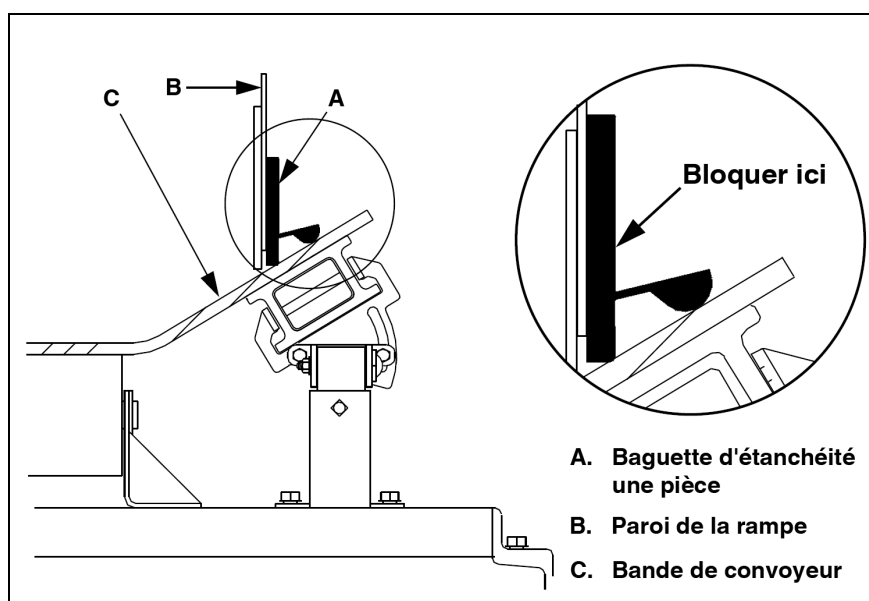

Abb. 5: Installation de la baguette d'étanchéité une pièce en caoutchouc
1. Positionner la baguette d'étanchéité secondaire en caoutchouc ou la baguette d'étanchéité une pièce en caoutchouc (A, fig. 5) sur la paroi de rampe (B, fig. 5).
2. Ajuster la baguette d'étanchéité de telle sorte qu'elle soit posée sur la bande de convoyage (C, fig. 5) sans exercer de pression sur cette dernière. Si la baguette d'étanchéité secondaire dépasse au-dessus de la bande de convoyage, découper cette partie avec une lame afin de former une surface plane avec la bordure de la bande. Veiller à ce qu'au moins deux nervures de la baguette d'étanchéité secondaire soient disponibles et que celles-ci soient posées sur la bande de convoyage. Ceci n'est pas possible avec la baguette d'étanchéité une pièce.